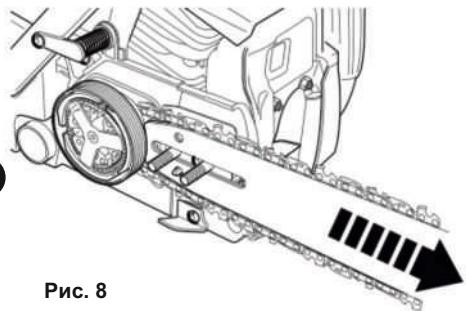

Рис. 8
9. Аккуратно потяните шину цепи (13) вперед и вправо, чтобы натянуть цепь (14) (Рис. 8).